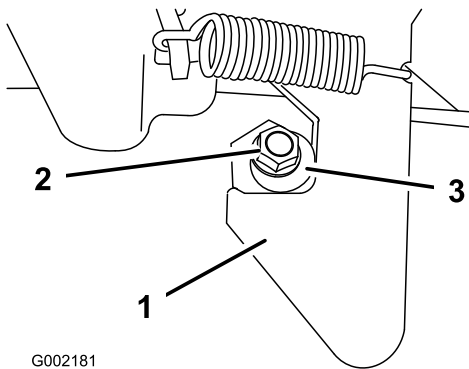

Figura 16
1. Allentate il dado sull'estremità della colonnetta di ancoraggio (Figura 16).
2. Girate la colonnetta di ancoraggio in senso orario finché non si trova saldamente contro il dispositivo di chiusura, quindi serrate il dado (Figura 16).